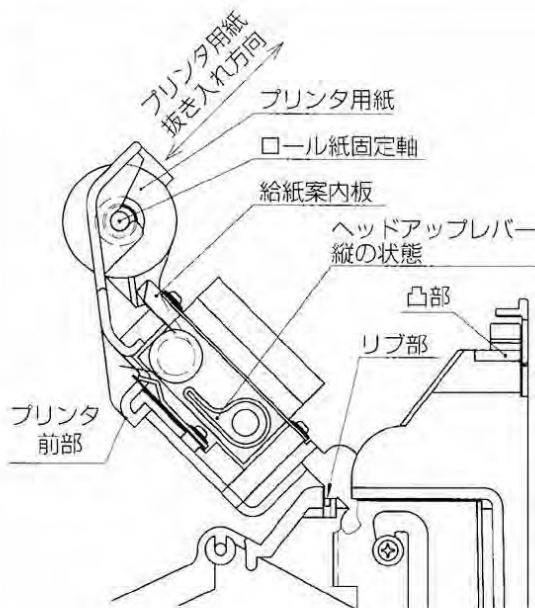

図2
2. 図2の様本体の角穴にリップ部を入れてください。
3. プリンタ前部を押さえながら、ロール紙固定軸を引き抜いてください。(図2)
4. ロール紙固定軸をプリンタ用紙に入れてプリンタ上部に差し込んでください。(図2)
5. プリンタ用紙を給紙案内板に沿って挿入してください。(図2)